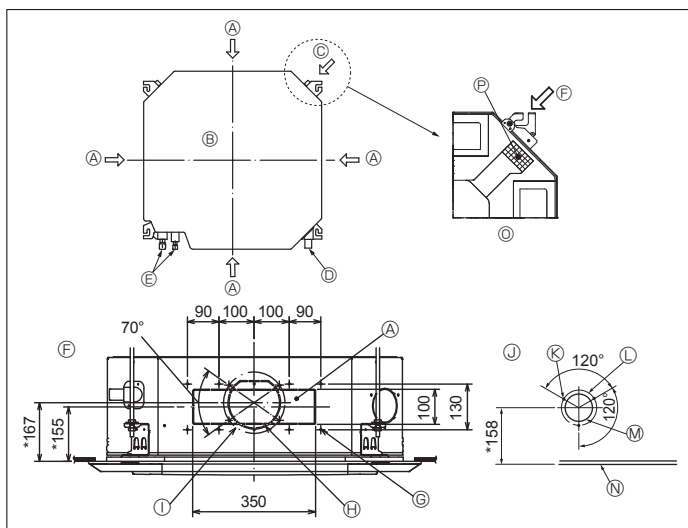

Fig. 3-4
3.4. Åbning til forgreningskanal og åbning til friskluftindtag (Fig. 3-4)
Når enheden monteres, bruges kanalåbningerne (udskæringer) placeret som vist i Fig. 3-4 når og hvis behovet opstår.